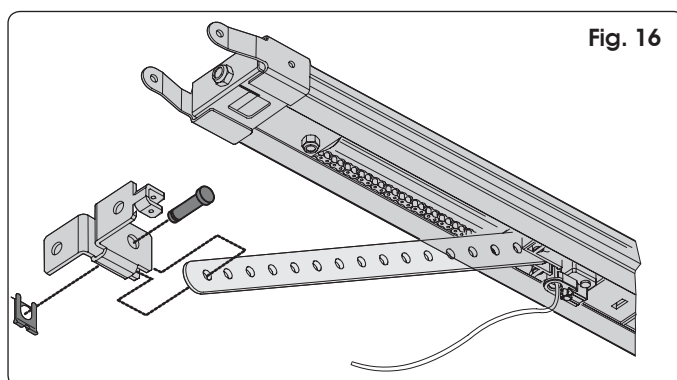

Fig. 16
- 1) Ensamble el empalme con la barra del carro (Fig. 16).